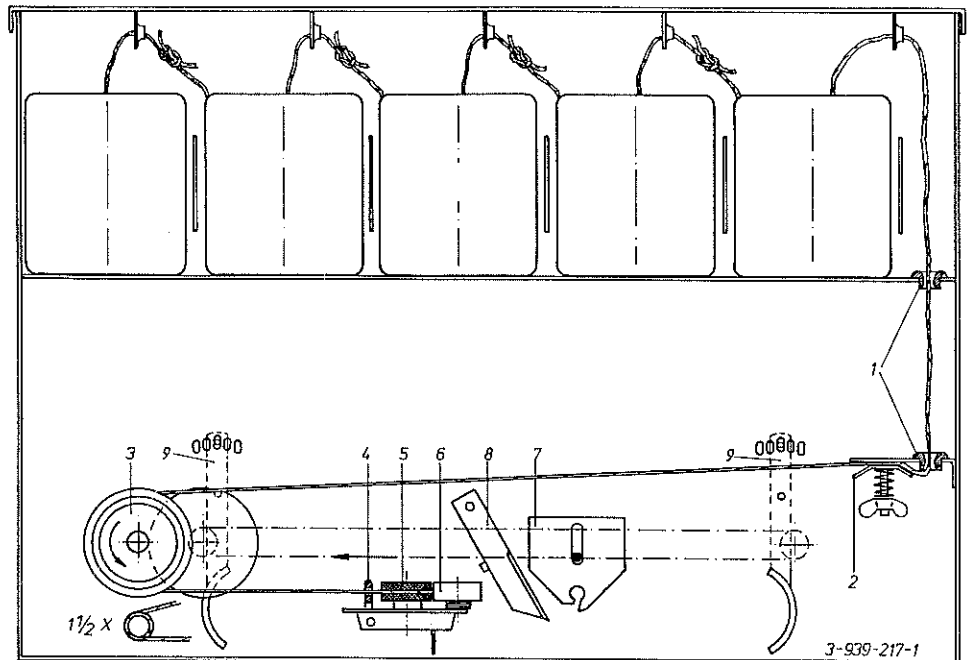

Abb. 14
1. Das Bindegarn wird nach Abb. 14 aufrecht in den Behälter gestellt und eingefädelt.